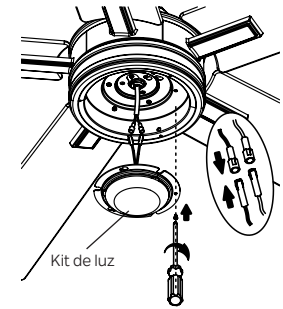

Figura 23
**Paso 2.** Conecte los dos conectores de una clavija del kit de luz a los dos conectores de una clavija del conjunto del motor. Conecte el cable negro y el cable blanco con el cable blanco. Coloque los dos orificios de la ranura del kit de luz sobre los dos tornillos que se aflojaron previamente de la placa de luz. Gire el kit de luz hasta que encaje en su lugar en el extremo estrecho de los orificios de llave. Apriete firmemente los dos (2) tornillos que aflojó anteriormente y el que quitó anteriormente. (Figura 23)